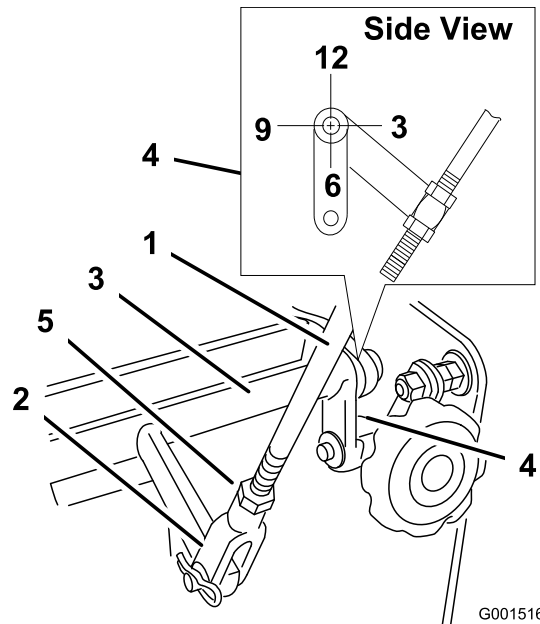

Bild 32
4. Prüfen Sie die Ausrichtung der Nasen an den Enden des Fahrgeschwindigkeitshebels. Diese Nasen sollten direkt nach unten (ungefähr auf die 6-Uhr-Stellung) zeigen (Bild 32).
5. Stellen Sie den Gewindebügel unten am Geschwindigkeitsstergänge so bis, bis die Nasen in der 6-Uhr-Stellung sind (Bild 32).